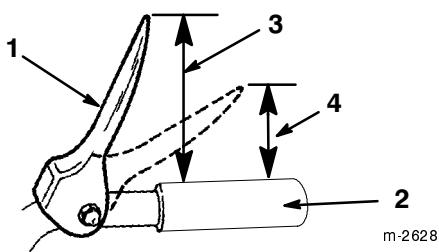

Figure 8
3. Réglez la position de l'écrou à embase sur la tige de commande de traction vers le haut ou vers le bas pour que l'extrémité de la manette de commande de traction soit à environ 13 cm (5") de la poignée (Fig. 8).
Le réglage est correct si les roues cessent de tourner quand le bout de la manette de commande de traction est à une distance de 7,5 à 10 cm (3-4") de la poignée (Fig. 8).